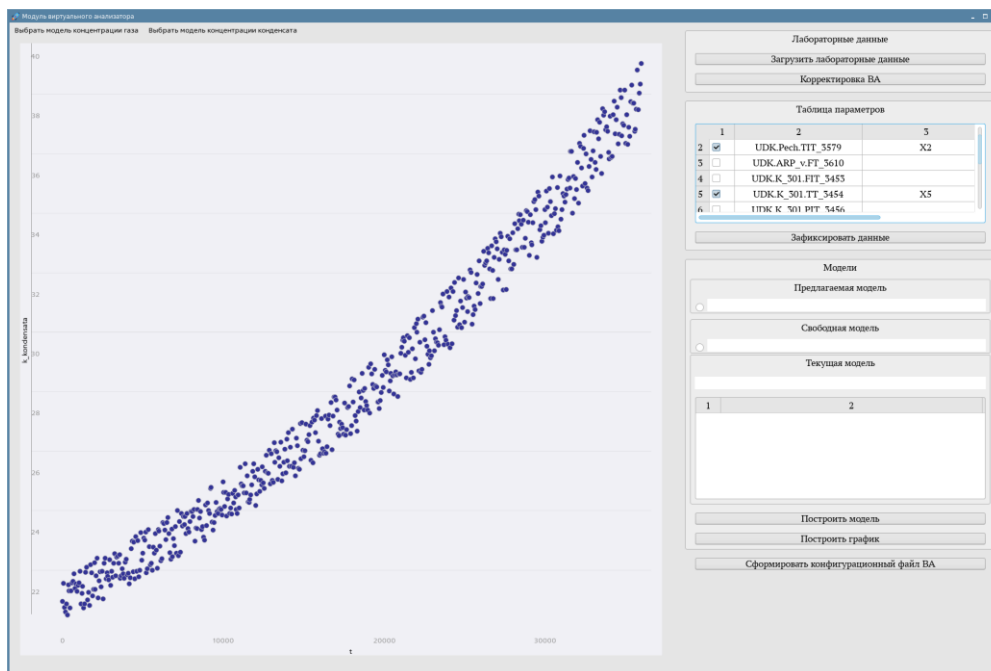

Рисунок 19 – Основное окно модуля. Создание виртуального анализатора
6. Далее выбираем технологические параметры, от которых зависит параметр качества. В «Таблице параметров» напротив них ставим галочки и нажимаем кнопку «Зафиксировать данные» см. Рисунок 19.